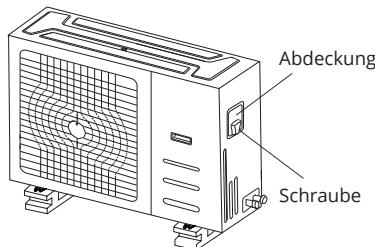

Abb. 8.1
2. Nehmen Sie die Abdeckung des Elektrokastens der Inneneinheit ab. Wenn keine Abdeckung an der Außeneinheit vorhanden ist, demonstrieren Sie die Schrauben von der Wartungsplatine und entfernen die Schutztafel. (Siehe Abb. 8.1, 8.2)